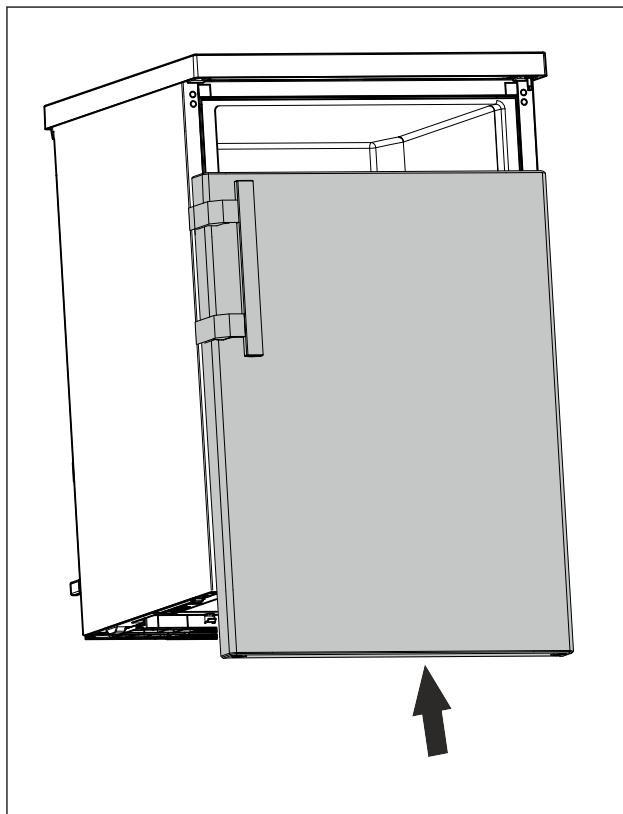

Fig. 24
- ▶ Når døren er lukket, skubbes den på den øverste bolt. (se Fig. 24)